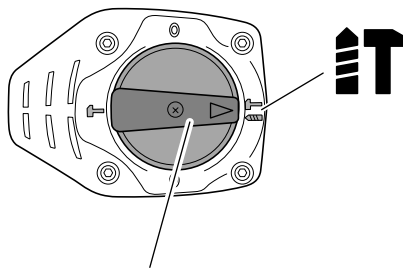

Fig. 7
- (1) Commutation sur "rotation + percussion"
- (b) Alignez ▲ du levier du sélecteur et  du couvercle de la manivelle comme illustré à la Fig. 7.